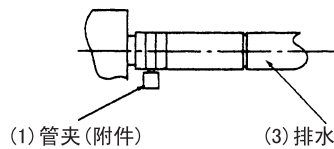

图15
- 请使用附件中的排水软管和管夹。管夹要夹紧。（请参见图 15）